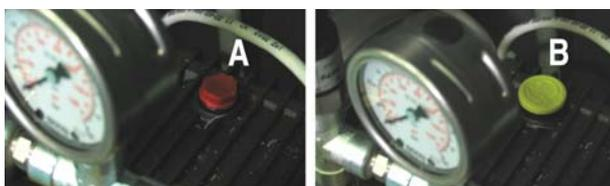

Рис. 2.п
- заменить транспортировочную заглушку (рис. 2.а, А), используемую исключительно для транспортировки, ЗАГЛУШКУ С ВЕНТИЛЯЦИОННЫМ ОТВЕРСТИЕМ (рис. 2.а, В), используемую в нормальном режиме работы;